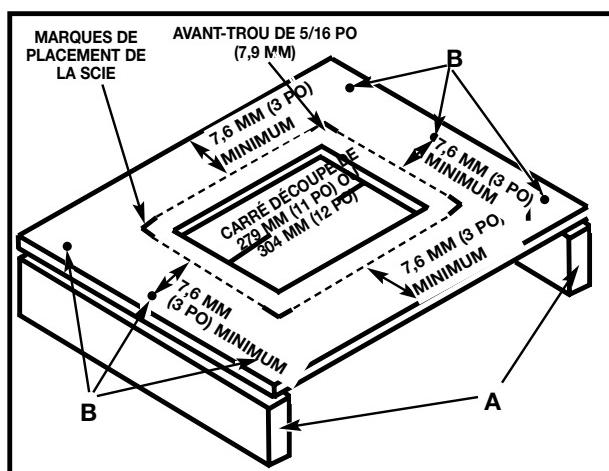

Fig. 4B
Il est également possible de construire un simple support élevé comme le montre la figure 4B.
Aligner la scie sur la surface de support et marquer l'emplacement pour percer quatre trous de 5/16 po (7,9 mm) (figure 4B).
d'un carré de 279 mm (11 po) ou 304 mm (12 po) de côté, au centre des quatre trous de montage. Découper et retirer le carré (fig. 4B). Pour éléver la surface de support, mesurer deux 2 x 4 (A), fig. 4B, selon la largeur de deux côtés opposés de la surface de support. Fixer la surface de support sur les arêtes étroites des 2 x 4 (comme indiqué à la fig. 4B) à l'aide de vis à bois (non fournies), à au moins trois endroits (B), fig. 4B, sur chaque côté.